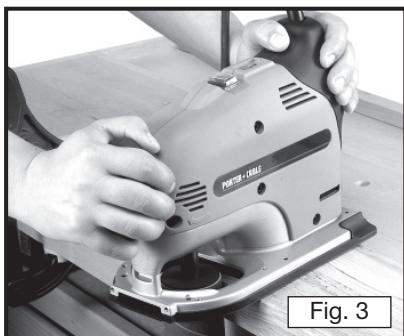
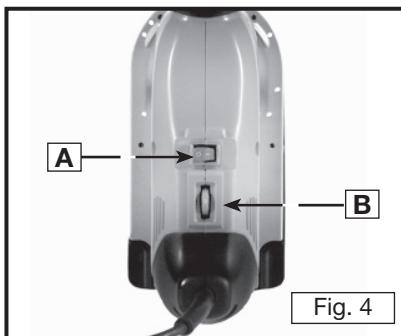

Fig. 3
Fig. 4
2. Sujete la máquina de la manera que se muestra en la Fig. 3, con la base de la lijadora en contacto con una pieza de trabajo estable y segura, y encienda la máquina con el interruptor de encendido (A), Fig. 4.
3. Para apagar la máquina, mueva el interruptor (A), Fig. 4, hasta la posición de apagado.
El Modelo 121 Oscilando Lijadora se equipa con una esfera variable del control de la velocidad (B) Fig. 4. Este control le permite poner su velocidad de eje. La colocación (1) más lenta proporciona una velocidad de eje de 2400 rpm, con 38 oscilaciones por minuto. La colocación 6 causas que el eje para girar en 3600 rpm con 60 oscilaciones por minuto. Usted puede poner también la esfera variable del control de la velocidad dondequiera en medio estas dos velocidades, dependiendo de su material.